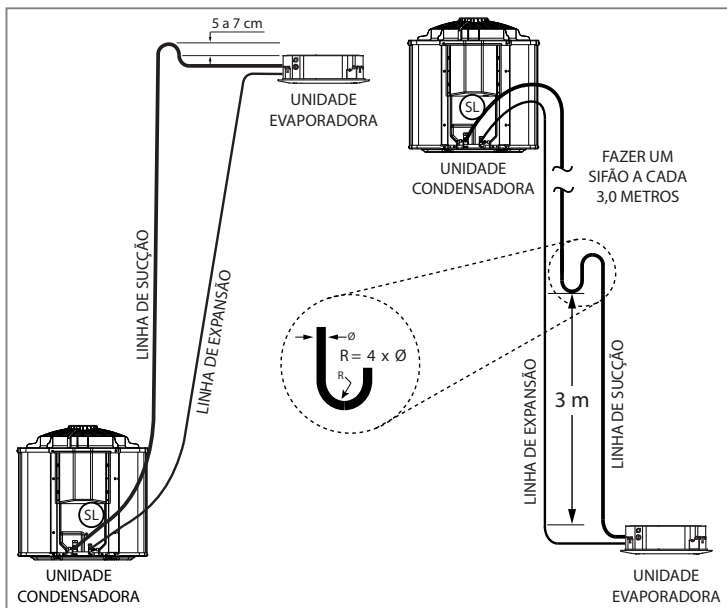

FIG. 33 - INSTALAÇÃO LINHAS DE INTERLIGAÇÃO
- Fazer sifões nas subidas da linha de sucção, quando aplicado, a cada 3,0 m incluindo a base. Caso o desnível seja menor que 3,0 m faça apenas na base. Ver Fig. 33.
- Inclinar as linhas horizontais de sucção no sentido do fluxo (Fig. 33).
- Deve ser instalado um separador de líquido (isolado termicamente e da radiação - fora da un. externa), na sucção junto a entrada da un. condensadora, com capacidade volumétrica de retenção de líquido refrigerante como indicado na tabela abaixo. Veja a posição conforme a indicação SL na Fig. 33.